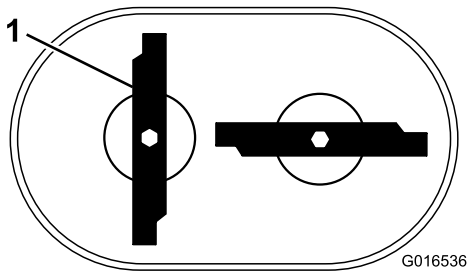

Figura 6
8. Compruebe las cuchillas debajo de la carcasa para asegurarse de que están correctamente alineadas. Las dos cuchillas formarán una "T", según se muestra en Figura 6.